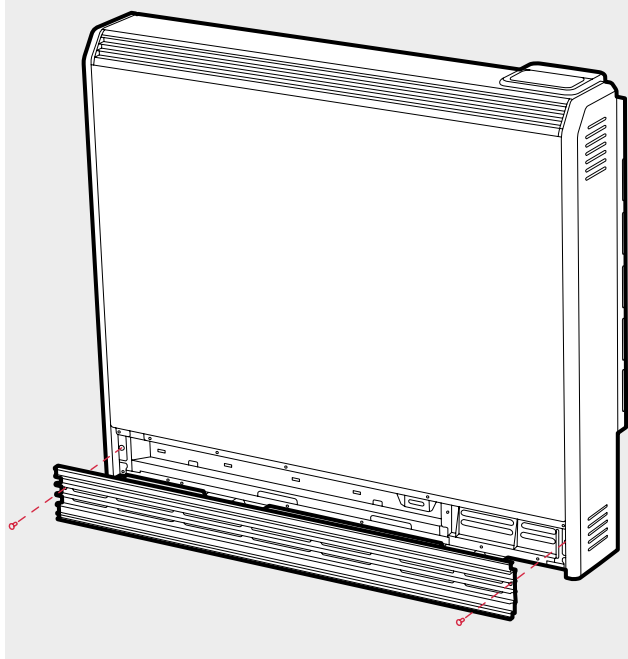

Rys. 1a
2. Nóżki są zamontowane w domyślnej pozycji (pozycji **X**) i można je przesunąć do pozycji zewnętrznej (pozycji **Y**) w razie potrzeby. (**Rys. 1a** oraz **Rys. 1b**). Uwaga: W zależności od układu podłogi (np. wymiana instalacji) może być wymagana zmiana położenia nóżek.